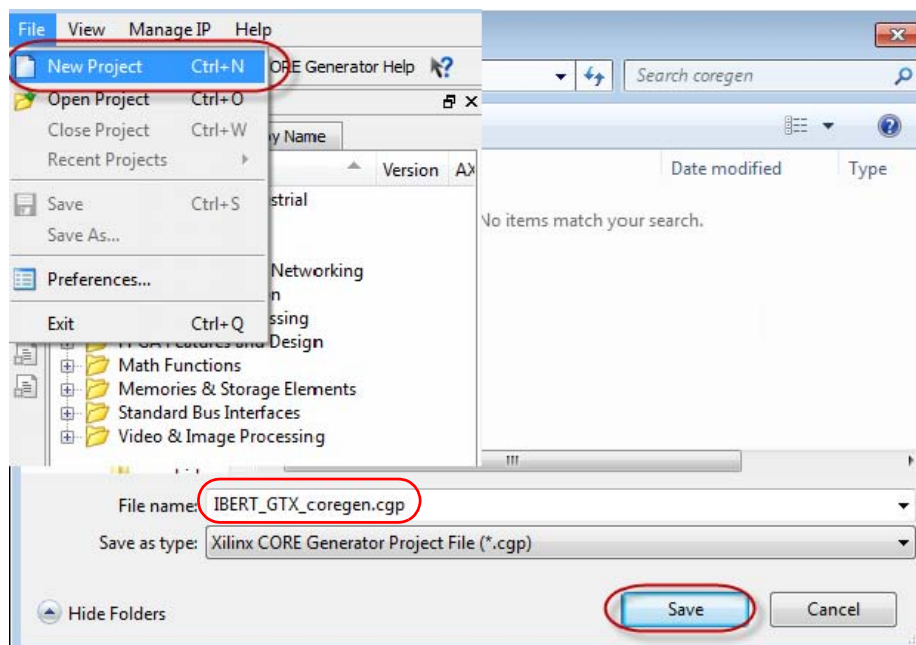

図 3 : CORE Generator ツールでのプロジェクトの作成と保存
2. [File] → [New Project] をクリックし、プロジェクト名を IBERT\_GTX\_coregen にして保存します (図 3)。